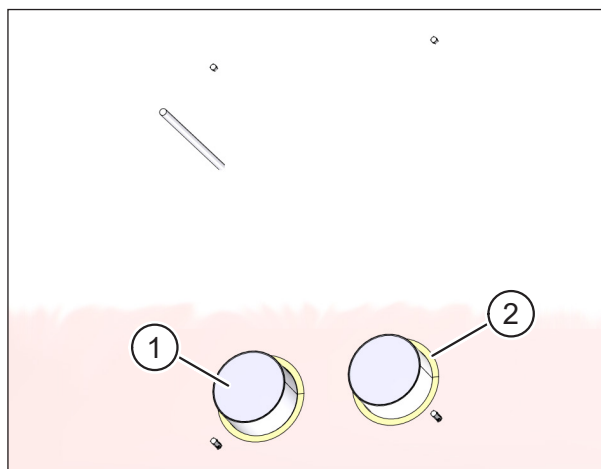

Fig. 26: Tencuirea peretelui interior
- ▶ Înainte de tencuire, obturați ambele capete ale țevilor de ventilație cu bandă adezivă (elementul 1 în Fig. 26) sau cu alt material adecvat.
- ▶ Ajustați spuma expandabilă (elementul 2 în Fig. 26) la același nivel cu peretele netencuit.